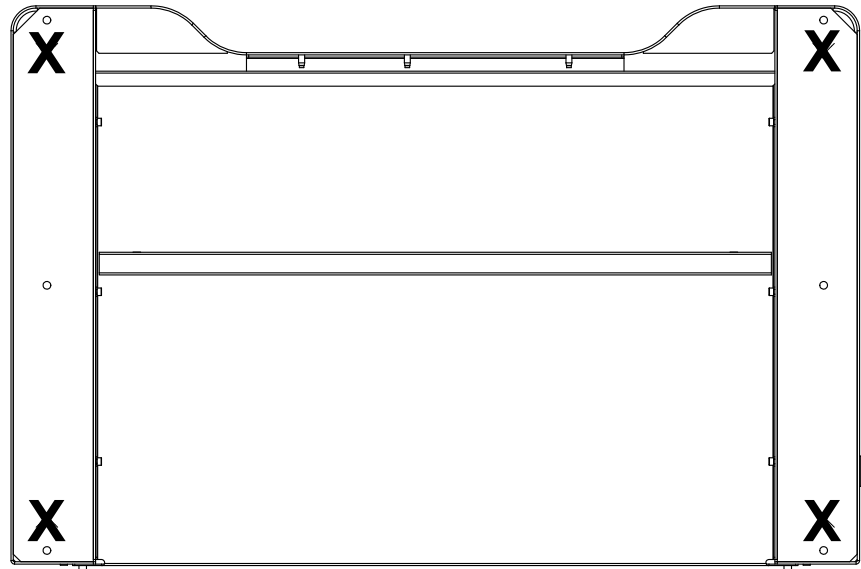

Abbildung 26. Auf der Unterseite des Rahmens ist die Position der Rahmenfüße zu sehen
7. Nehmen Sie die Füße des Rahmens zur Hand, die entfernt wurden, um den Rahmen am Versandgestell zu befestigen. Nehmen Sie die rohrförmigen Halterungen an der Rückseite des Rahmensockels ab und bringen Sie die Rahmenfüße an den in angegebenen Stellen an (Abbildung 26 auf Seite 87).